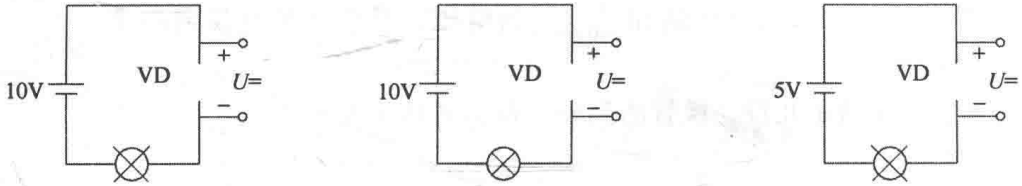

图 1-1
19. 根据图 1-1 中条件填入硅二极管并标出二极管两端电压值。